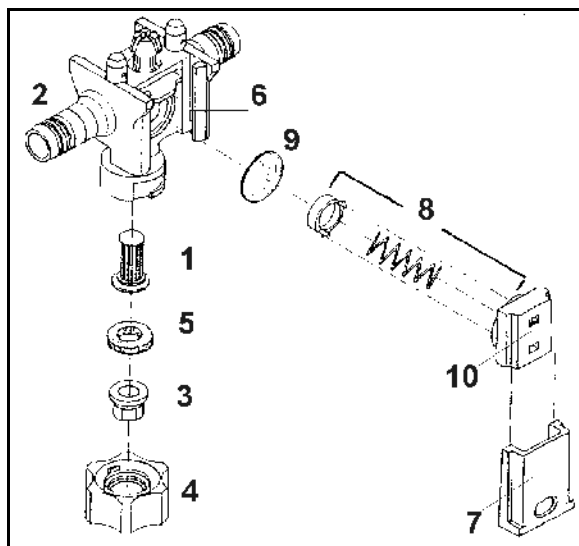

Fig. 159
De vez em quando, verifique a fixação da corrediça (Fig. 159/7).
- Para o efeito, inserir a corrediça no corpo do bico (Fig. 159/2) tanto quanto o permitir uma pressão moderada com o polegar.
1. Inserir o filtro de bico (Fig. 159/1) pelo lado de baixo no corpo do bico (Fig. 159/2).
2. Inserir o bico (Fig. 159/3) na porca tipo baioneta (Fig. 159/4)
3. Colocar o vedante de borracha (Fig. 159/5) por cima do bico.
Sedimentações na sede da membrana (Fig. 159/6) são a causa para uma desactivação **não** isenta de gotejamento dos bicos com a armação desligada. Em seguida, limpar a respectiva membrana do seguinte modo:
1. Extrair a corrediça (Fig. 159/7) do corpo do bico (Fig. 159/2) no sentido da porca tipo baioneta.
2. Retirar o elemento elástico (Fig. 159/8) e a membrana (Fig. 159/9).
3. Limpar a sede da membrana (Fig. 159/6).
Prestar atenção ao correcto sentido de montagem do elemento elástico. Os bordos ascendentes, escalonados à direita e à esquerda, no alojamento do elemento elástico (Fig. 159/10) devem, durante a montagem, ascender no sentido do perfil da armação.